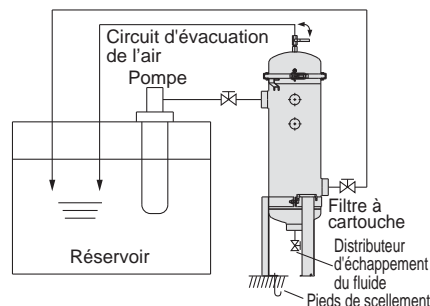

Fig. 1 Exemple de circuit de filtration cyclique
- Utilisez le produit avec un circuit ayant une fluctuation moindre vers le filtre causée par la pression ou le débit. (voir fig. 1)